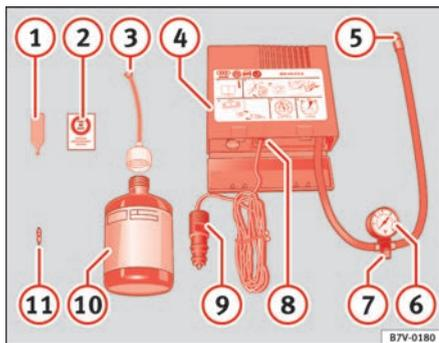

Fig. 155 Contenuto kit per la riparazione dei pneumatici
- Avvitare il tubo di gonfiaggio ⇒ fig. 155 ⑤ nella valvola.
- Accertarsi che la vite di sfiato dell'aria ⑦ sia avvitata.
- Collegare il connettore ⑨ a una presa di corrente da 12 volt del veicolo.
- Collegare il compressore attraverso l'interruttore ON/OFF ⑧ per 6 minuti al massimo.